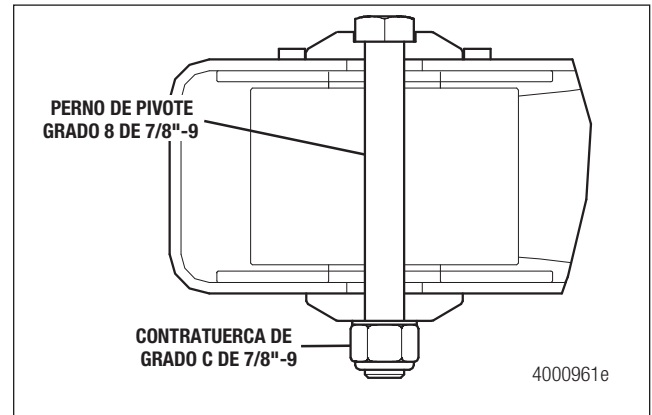

Figura 7.6
3. Utilice un mazo de caucho para golpear levemente la arandela de alineación concéntrica, con lo cual las arandelas concéntrica y excéntrica se moverán juntas. Figura 7.6.